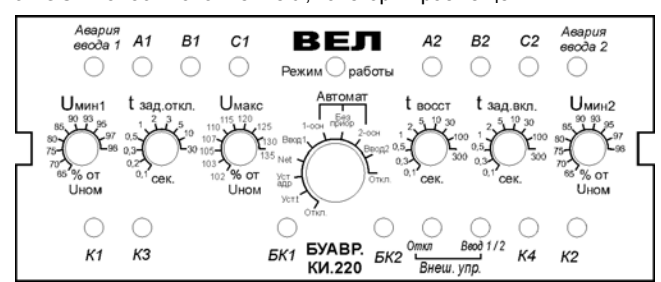

Рис. 2 Расположение органов управления и индикации БУАВР.КИ
- 4.5. Расположение органов управления и индикации БУАВР приведено на рис. 2.
- 4.6. Переключение режимов работы производится с помощью 10-позиционного переключателя, находящегося на передней панели, рис.2. Для удобства контроля режимов работы БУАВР при запуске и эксплуатации, предусмотрена светодиодная индикация режимов работы с помощью многоцветного светодиода «Режим работы», рис.2. Описание режимов работы БУАВР и соответствие индикации приведены в таблице 1.
О наличии аварии (замыкании входа «БК1» («БК2») на контакт «Общий») сигнализирует загорание индикатора «БК1» («БК2» соответственно), рис.2. Повторное включение сработавшего (выбившего) автоматического выключателя возможно только после снятия блокировки (нажатия на кнопку сброса на автоматическом выключателе).
- 4.17.3. Дискретный вход «ДО» работает только в режиме «Дистанционное управление» и используется для дистанционного отключения вводов 1 и 2. При замыкании входа на контакт «Общий», реле K1 и K2 отключаются. О состоянии входа «ДО» сигнализирует индикатор «ДО», рис.2.
- при замыкании входа на контакт «Общий», реле K1 отключается, отключая ввод 1. С задержкой включения  $t_{зад.вкл.}$  включается реле K2 подключая ввод2. О состоянии входа «Ввод 1/2» сигнализируют индикаторы «K1» и «K2», рис.2;